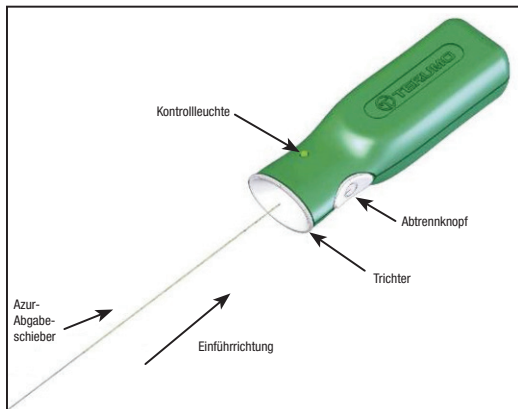

Abbildung 4 – Azur-Abtrennregler
- Den Beutel des Azur-Gefäßverschlusskörpers öffnen und das Verteilerband aus dem Verteilerband entfernen. Vor der Verwendung des Produkts den Keil aus dem Verpackungsband entfernen. Während das Implantat des Azur-Gefäßverschlusskörpers und das Einführgerät an Ort und Stelle gehalten werden, den Schieber aus dem Verteilerband ziehen, so dass das proximale Ende des Abgabeschleibers freigelegt ist. Es ist darauf zu achten, dass dieses Ende des Abgabeschleibers nicht mit Fremdstoffen wie Blut oder Kontrastmittel verunreinigt wird. Das proximale Ende des Abgabeschleibers fest in den Trichterabschnitt des Azur-Abtrennreglers einsetzen. Siehe Abbildung 4. **Den Abtrennknopf zu diesem Zeitpunkt nicht drücken.**
31. Das proximale Ende des Abgabeschleiers mit der Azur-Abtrennregler verbinden, indem das proximale Ende des Abgabeschleiers fest in den Trichterabschnitt des Azur-Abtrennreglers eingeführt wird. Siehe Abbildung 4.